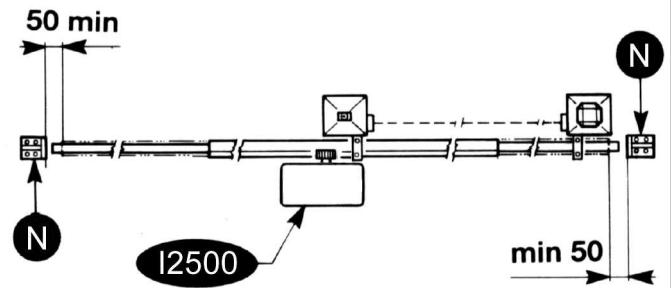

FIG. 2
- Además de los finales de carrera presentes en la unidad, es necesario que en cada una de las dos posiciones extremas del recorrido haya un seguro mecánico fijo que pare la cancela en caso de mal funcionamiento del final de carrera. Con este objetivo el seguro mecánico tiene que ser dimensionado para poder resistir el empuje estático del motor más la energía cinética de la cancela (N) (Fig. 2).